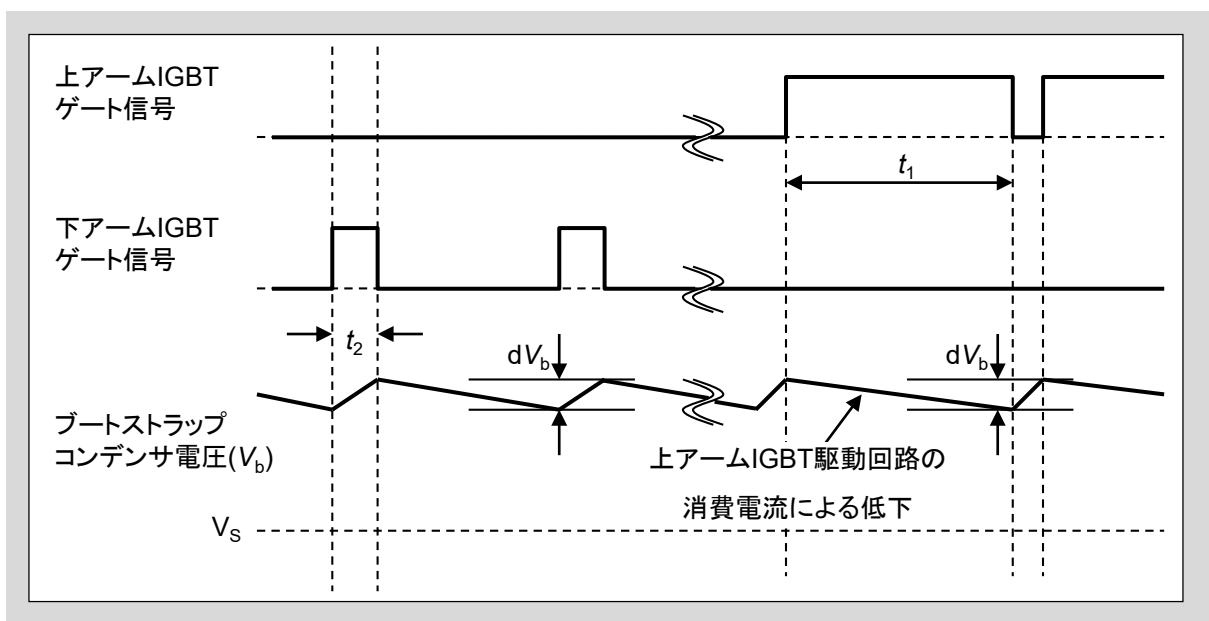

図3-10 充放電動作のタイミングチャート
dV_b 許容放電電圧(図3-10を参照)
- 上アームIGBTがスイッチング動作し、下アームFWDオン時に充電するモード(タイミングチャート(図3-10))では、上アームIGBTのオフ期間にオン期間で消費した電力を再充電できる時定数とします。